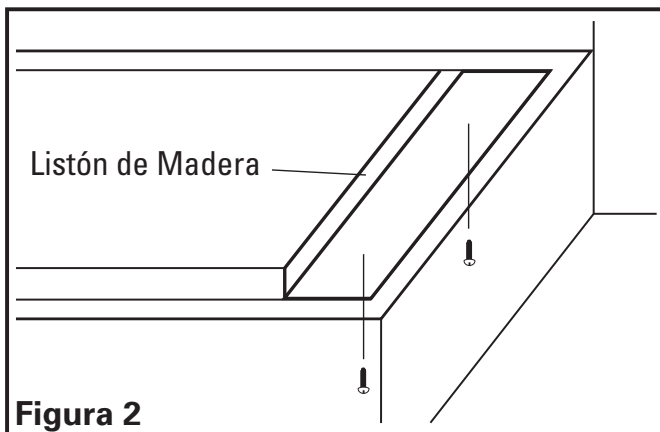

**Figura 1**
- Retire el tornillo de la Cubierta del Compartimiento de Cable y luego la cubierta de la lámpara oprimiendo los costados hacia adentro, retirándolo de las lengüetas ubicadas en la campana. **(Figura 1)**.